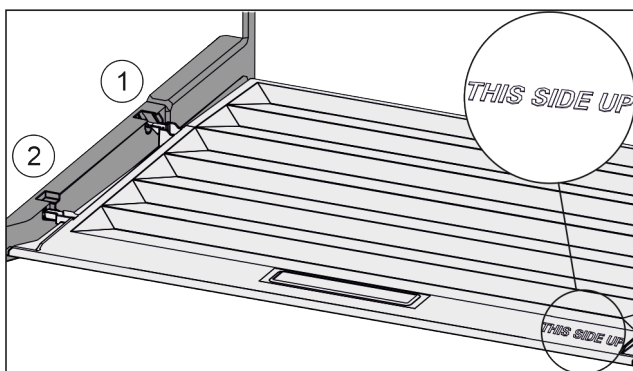

Fig. 117
- ▶ Вставить поперечные ребра крышки через отверстие заднего держателя Fig. 117 (1) и защелкнуть спереди в держателе Fig. 117 (2).